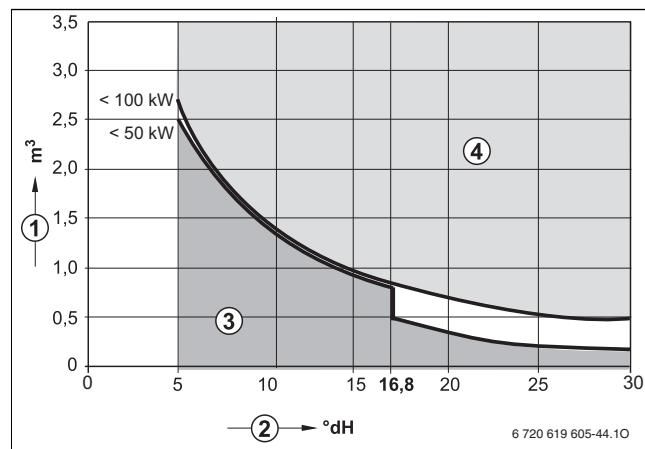

Рис. 13 Требования к воде для заполнения отдельного котла мощностью до 100 кВт
- Заполняйте систему только чистой водопроводной водой (учтывайте график на рис. 13).
- Если фактически необходимое количество воды для заполнения системы больше, чем объём воды за весь срок службы (→ рис. 13), то необходимо провести обработку воды. При этом можно использовать только разрешённые фирмой Buderus химикаты, средства для обработки воды и др.